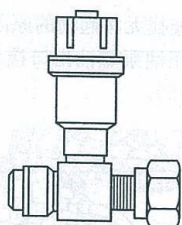

图 2-65 燃油滤清器指示器专用工具
2) 将燃油滤清器指示器专用工具、零件号为 3892576S, 见图 2-65, 安装到 OEM 燃油供应管和发动机之间, 该指示器可以捕捉到峰值阻力。